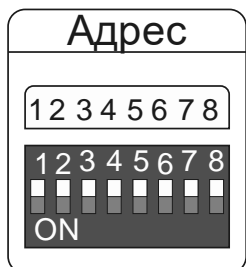
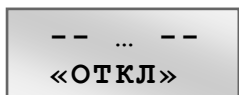

Рис. 2.1 Вид переключателя "Адрес"
Рис. 2.3 Вид окна режима УСТАНОВКИ
Для входа в режим УСТАНОВКИ необходимо отключить питание *устройства*, перевести все восемь позиционных configurаторов установки адреса (см. Рис. 2.1, а также поз.5 на Рис. 2.10) в верхнее положение, а затем включают питание *устройства*. *Устройство* включается и входит в режим УСТАНОВКИ. На Рис. 2.3 приведено окно режима УСТАНОВКИ.
*Устройство* самостоятельно "размножает" присвоенный начальный адрес в группу адресов см. Рис. 2.3, генерируя дополнительные адреса, которые будут использоваться при обращениях к остальным линиям оповещения в *устройстве*. Например, пусть "Addr" – начальный адрес, присвоенный младшей линии оповещения, тогда "Addr+1", "Addr+2", "Addr+3" - автоматически присваиваемые адреса остальным трём линиям, если, конечно, они были активированы. Если часть линий оповещения в *устройстве* не активируется, то для этих линий не производится автоматической генерации адресов.
Ввод начального адреса производится в двоичном виде. Табл. 2.1 дает соответствие между номерами зон и двоичными кодами. При этом расположение двоичных разрядов в Табл. 2.1 совпадает с местонахождением позиционных конфигураторов переключателя "Адрес" (см. Рис. 2.1). Значение "1" в двоичном разряде соответствует нижнему положению позиционного конфигуратора, а значение "0" – верхнему положению. Следует отметить, что диапазон адресов, отведенных для *устройства*, начинается со значения "3", поскольку номера 1 и 2 зарезервированы за номерами зон центрального блока. Использование адресов 1 и 2 определяется настройками блока ЦБУ-160/2, смотри раздел «Подменю "Усилитель ЦБУ"» руководства по эксплуатации на «Центральный Блок Управления ЦБУ-160/2» [2].